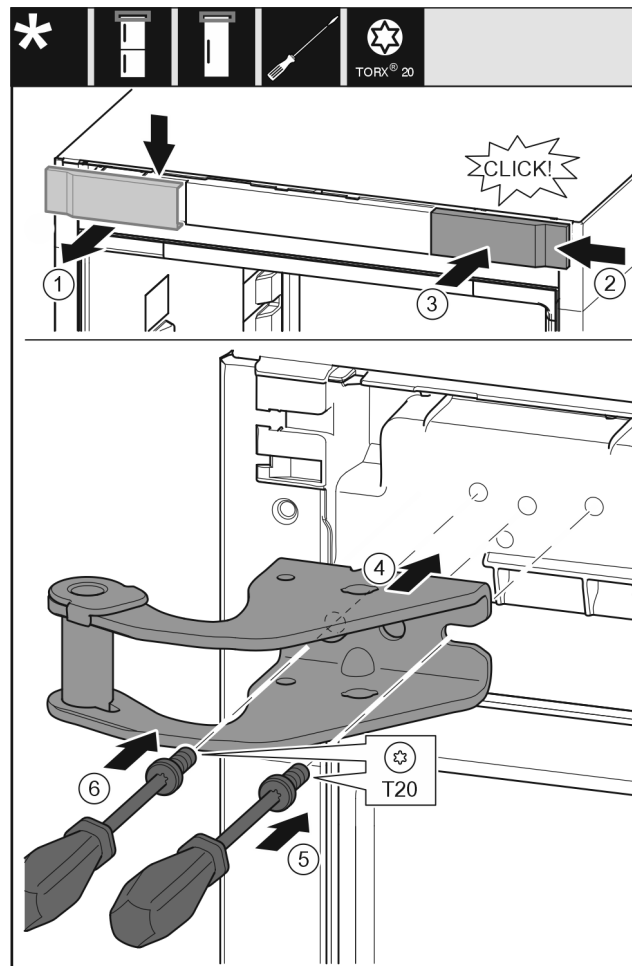

Fig. 9
- ▶ Odoberte kryt zhora dopredu. Fig. 9 (1)
- ▶ Kryt zaveste na druhú stranu sprava otočený o 180°. Fig. 9 (2)
- ▶ Kryt zaklapnite. Fig. 9 (3)
- ▶ Nasadte hornú ložiskovú konzolu. Fig. 9 (4)
- ▶ Skrutku nasadte a pevne zaskrutkujte skrutkovačom T20. Fig. 9 (5)
- Skrutku vložte a pevne zaskrutkujte skrutkovačom T20. *Fig. 9 (6)*